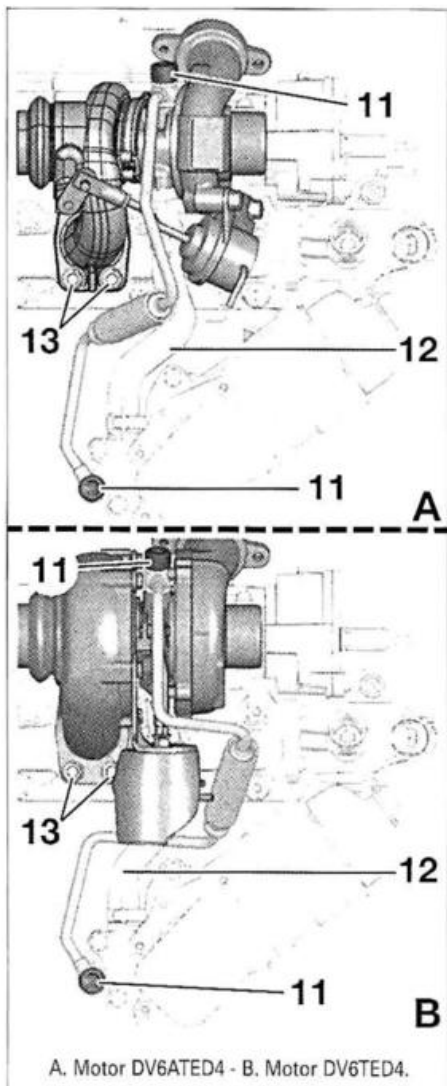

FIG. 43
- el tubo de alimentación de aceite del turbocompresor (11) (fig. 43).
- el tubo de sobrante de aceite de turbocompresor (12).
- las cuatro tuercas de fijación del turbocompresor (13).